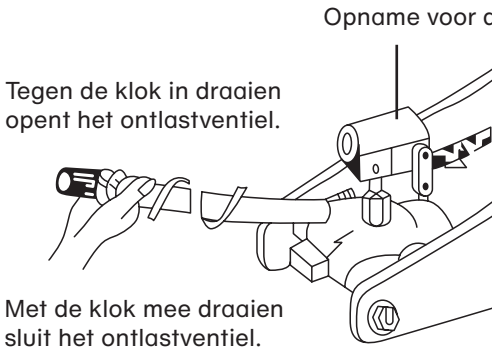

Fig. 1
4. Sluit het ontlastventiel door het naar rechts te draaien. Gebruik hiervoor de krikstang (zie Fig. 1).
1. Open het ontlastventiel door het tegen de klok in te draaien (zie Fig. 1).